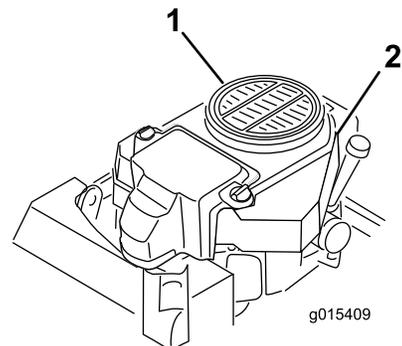

Bild 61
3. Entfernen Sie das Luftansauggitter und das Lüftergehäuse (Bild 61).
5. Montieren Sie das Luftansauggitter, den Rücklaufstarter und das Lüftergehäuse (Bild 61).